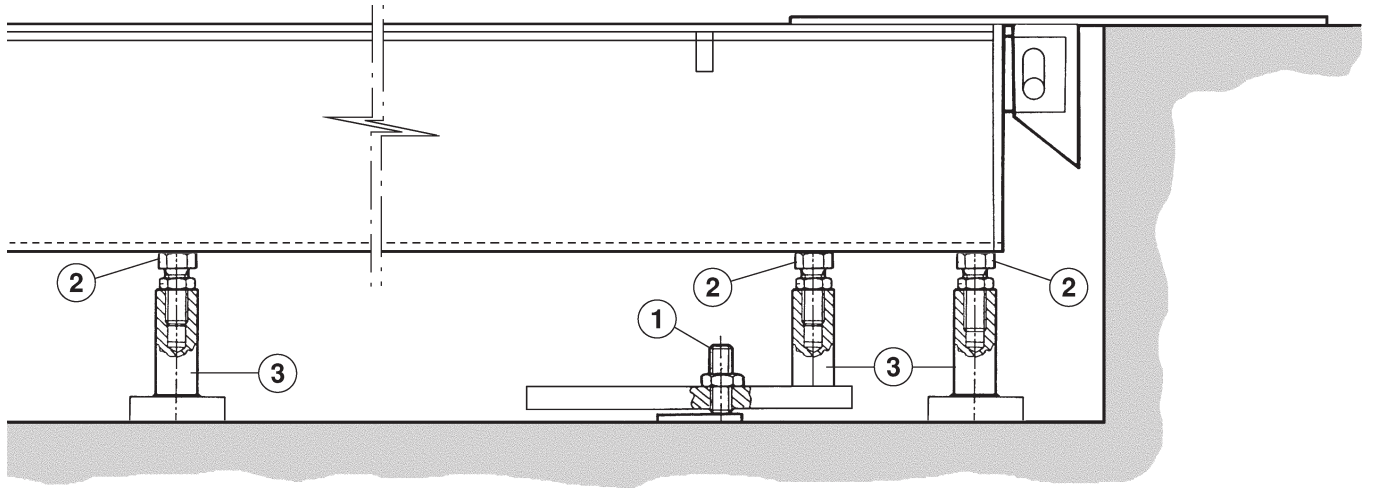

Fig.22
**Rif. fig. 22**
**Ref. fig. 22**
**Zu Abb. 22**
**Réf. fig. 22**